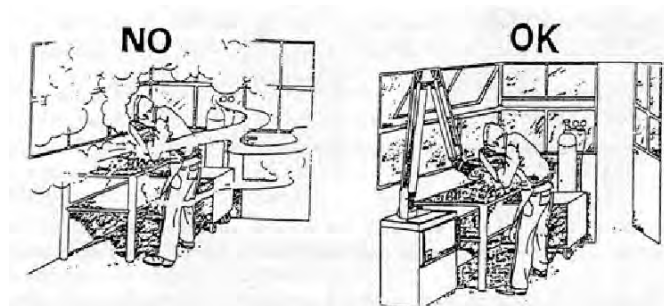

Рис. 6
- В помещении, в котором проводятся сварочные работы, должна быть обеспечена местная вытяжная вентиляция. Она должна обеспечиваться через подвижное вытяжное устройство или через встроенную систему на рабочем столе, которая обеспечивает вытяжку с различных сторон, с фронта сварки и ниже, но не с зоны, расположенной над местом сварки, для того, чтобы избежать поднятия пыли и дыма. Вытяжная вентиляция должна использоваться вместе с соответствующей общей вентиляцией и циркуляцией воздуха, особенно в случаях, когда сварка проходит в закрытом помещении (рис. 6). При неправильной системе вентиляции возможны боль и неприятные ощущения в глазах, носе или горле, при этом необходимо сразу прекратить сварку и обеспечить необходимую вентиляцию.